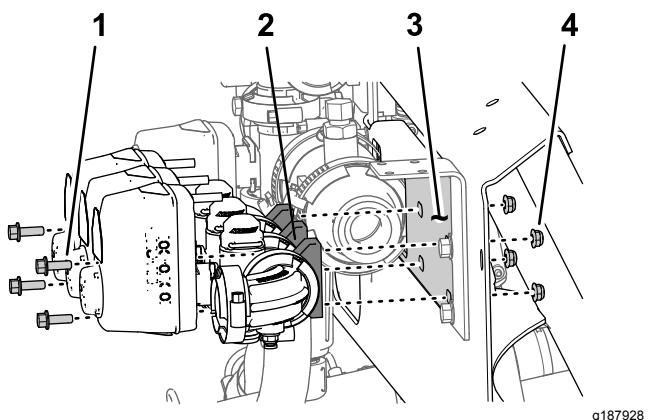

Figura 52
- Rimuovete i 2 bulloni a testa flangiata ($\frac{1}{4}$ " x $\frac{3}{4}$ ") e i 2 dadi di bloccaggio ($\frac{1}{4}$ ") che fissano la valvola di sezione delle barre di destra al supporto del collettore (Figura 52).
- Rimuovete i 2 bulloni a testa flangiata ($\frac{1}{4}$ " x $\frac{3}{4}$ ") e i 2 dadi di bloccaggio ($\frac{1}{4}$ ") che fissano la valvola di sezione delle barre di sinistra al supporto del collettore (Figura 52).
- Rimuovete le valvole di sezione delle barre dal supporto del collettore e mettetele da parte (Figura 52).